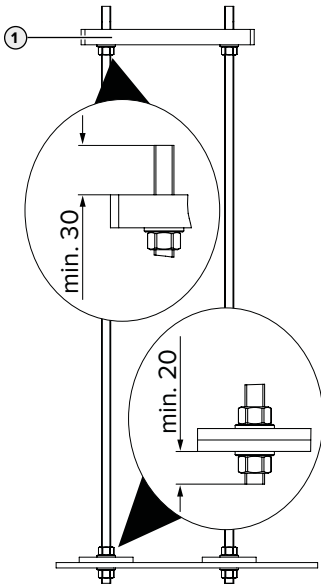

Bild 3: Placering av brickor och muttrar [mm]
- ▶ Skruva fast plattstålen med vardera en mutter och en bricka under beaktande av Bild 3. Kontrollera att fundamentfixeringssatsen är vågrät.
- ▶ Montera tillhörande fundament- eller adapterplatta (1) (finns som tillbehör) på fundamentfixeringssatsen under beaktande av Bild 3.